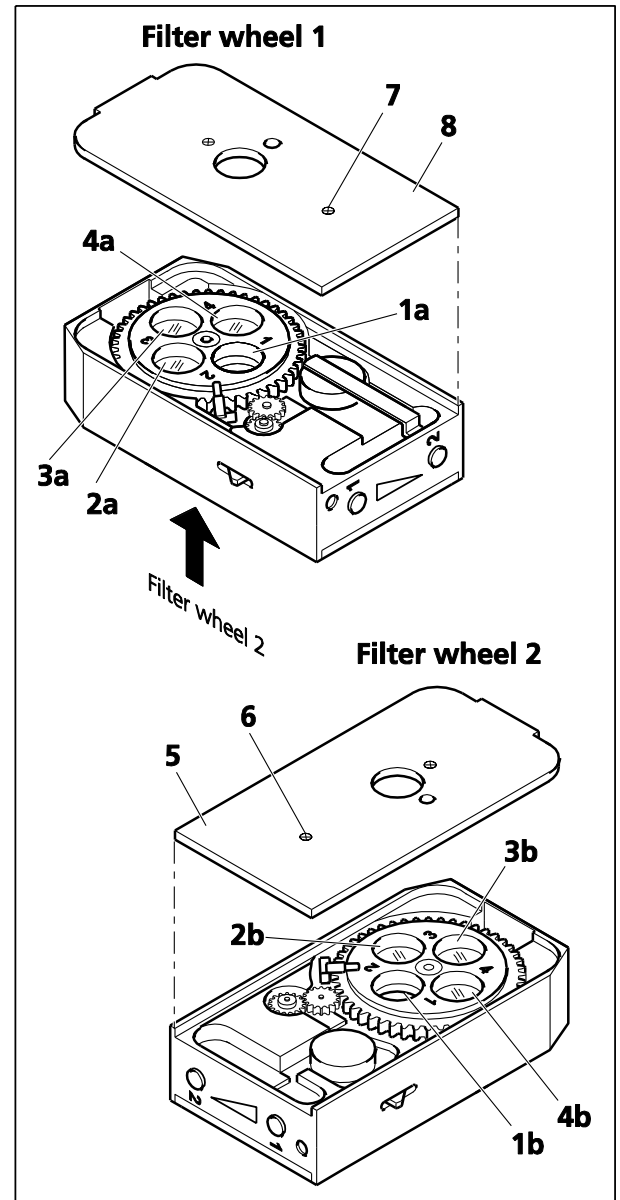

Fig. 35 Équipement de la roue à filtres double, motorisée (uniquement pour 428301-9901-000)
Les supports de filtre sont étiquetés avec les numéros de position correspondants de 1 à 4 (Fig. 35/1a à 4a et 1b à 4b).
- Desserrer les deux vis (Fig. 35/6 et 7) et déposer le panneau de protection (Fig. 35/5 et 6).
Insérer les filtres suivants dans la roue à filtres 1 (428301-9901-000 ; Fig. 35) :